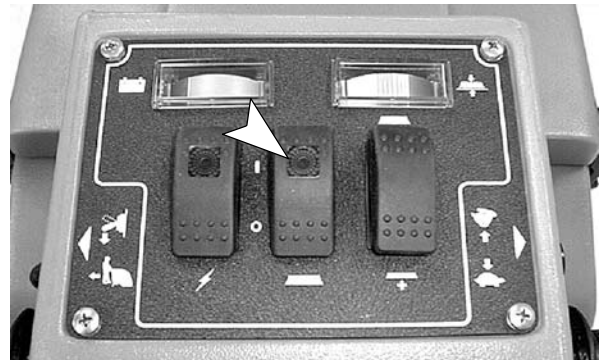

图 16
8. 运输机器时，断开抛光垫开关以及扭动控制手柄。抛光垫将自动上升到运输位置。（图16）